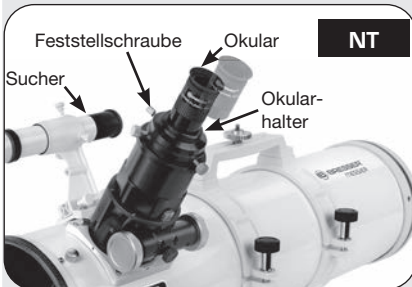
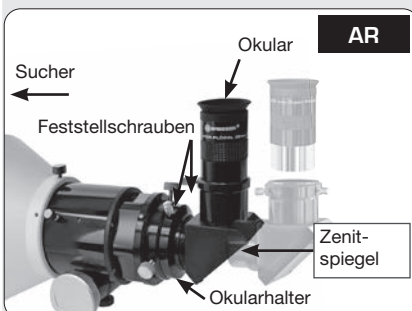

Abb. 10a: Setzen Sie das Okular ein und ziehen Sie die Schrauben fest.
Abb. 10b: Setzen Sie das Okular in das Zenit Spiegel ein und ziehen Sie die Schrauben fest.
10. Einsetzen des Okulars: NT-Modelle (Abb. 10a): Entfernen Sie zuerst die Staubschutzkappe vom Okularhalter auf der Fokussiereinheit. Legen Sie die Staubschutzkappe an einen sicheren Platz und setzen Sie sie wieder ein, wenn Sie mit dem Beobachten fertig sind, damit kein Schmutz in das Teleskop eindringt. Öffnen Sie die Okularklemmschrauben (1, Abb. 1a) und setzen Sie das mitgelieferte Okular (3, Abb.1a) in die Okularhalterung ein. Ziehen Sie anschließend die Schrauben handfest an, damit das Okular nicht herausrutscht. AR-Modelle (Abb. 10b): Entfernen Sie zuerst die Staubschutzkappe von der Okularhalterung auf der Fokussiereinheit. Legen Sie die Staubschutzkappe an einen sicheren Platz und setzen Sie sie wieder ein, wenn Sie mit dem Beobachten fertig sind, damit kein Schmutz in das Teleskop eindringt. Öffnen Sie die Okularrändelschrauben (A Abb. 10b) und setzen Sie das mitgelieferte Okular (B Abb. 10b) in die Okularhalterung ein. Ziehen Sie anschließend die Schrauben wieder gut fest, damit das Okular fest sitzt.